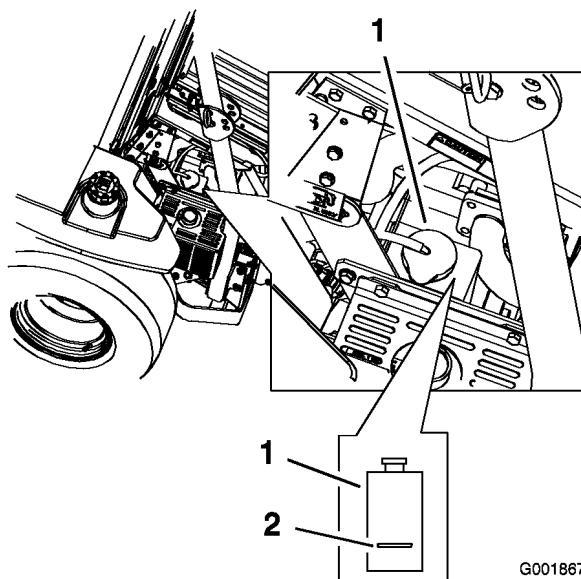

Figura 58
3. Con el motor frío, compruebe el nivel del depósito de expansión. El nivel de líquido debe llegar a la línea en relieve en el exterior del depósito de expansión (Figura 58).
4. Si el nivel de refrigerante es bajo, añada una mezcla al 50% de anticongelante de larga vida/Dex-Cool® y agua al depósito de expansión (Figura 58).
5. Añada la mezcla al 50% de refrigerante al depósito de expansión y llénelo hasta la línea marcada en el depósito (Figura 58).